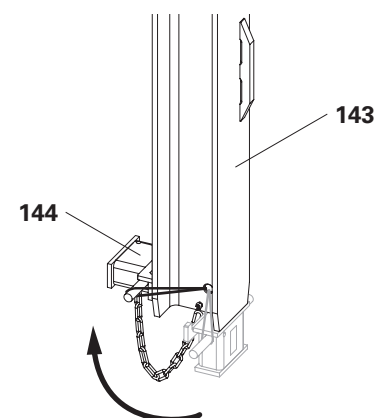

Fig. D2.02
2. Rampare la guida di ripresa ACS (143) fino alla posizione finale.
3. Piegarlo il distanziatore (144) verso l'alto. (Fig. D2.02)